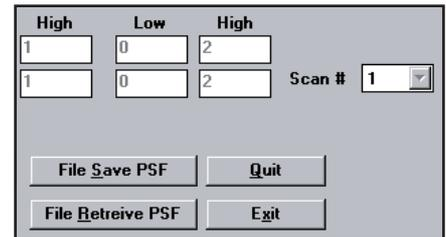

Abbildung 5-20. Scan-Nr. (PSF-Konfigurations-Screen)
**Scan #** Bietet eine Möglichkeit, das Ausgangsansprechverhalten zu glätten und instabile Analogausgangszustände zu vermeiden. Das Menü ermöglicht die Auswahl von 1 bis 9 Scans (siehe Abbildung 5-20). Wenn bei Analogausgängen die Scan-Nr. höher als 1 eingestellt wird, wird der Scan-Analysewert für die ausgewählte Gesamtzahl aufeinander folgender Scans gemittelt, wodurch Einbrüche und Spitzen in den Ausgangssignalen verhindert werden.